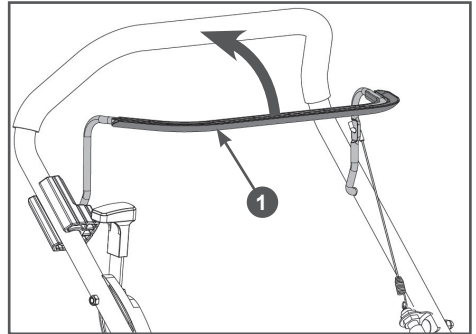

Рис. 18. Рычаг дополнительного выключателя зажигания
Перед запуском двигателя, несколько раз задействуйте рычаг 1 дополнительного выключателя зажигания (Рис. 18). Проверьте, чтобы рычаг и дополнительный выключатель зажигания двигателя работали должным образом.
- 5.левой рукой прижмите рычаг 1 дополнительного выключателя зажигания к рукоятке и удерживайте его (Рис. 18).
При возникновении аварийной ситуации, для экстренной остановки двигателя устройства отпустите рычаг дополнительного выключателя зажигания двигателя (Рис. 18).
4. Отпустите рычаг дополнительного выключателя зажигания двигателя (Рис. 18).